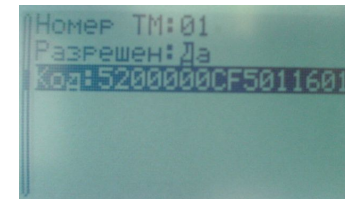

Рис.16
7.4.4. Подменю «Настроить ключи» (рис.16) назначено для чтения ключей Touch memory с записью их в память ПРИБОРА, а также назначения им функций.